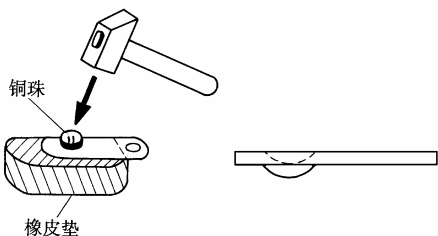

图 3-9
(9) 按图 3-9 所示在弹性薄铜片下面垫一块橡皮,在铜片上画有“+”记号的地方放一粒钢珠,用铁锤敲一下钢珠(见图 3-9 之左图),使铜片上形成一个凹坑(见图 3-9 之右图)。